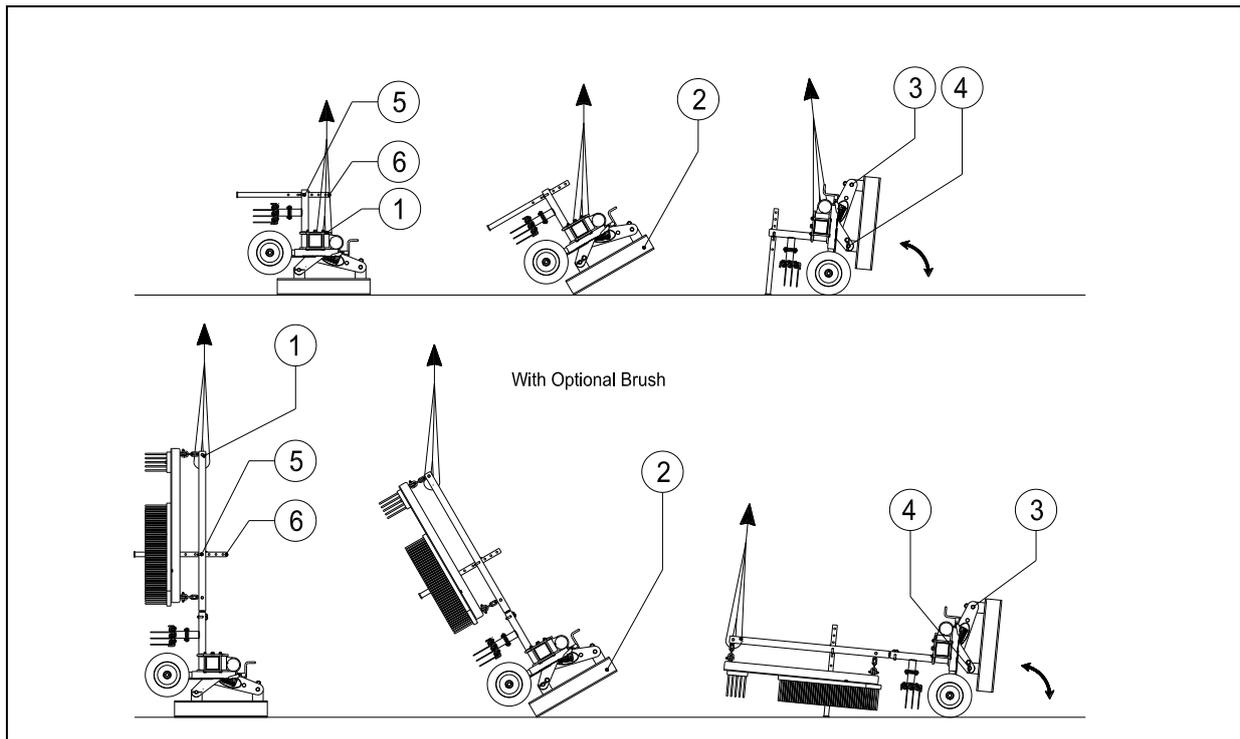

Fig. 6
**Respecter une distance minimale de 4 mètres !** (Fig. 6)